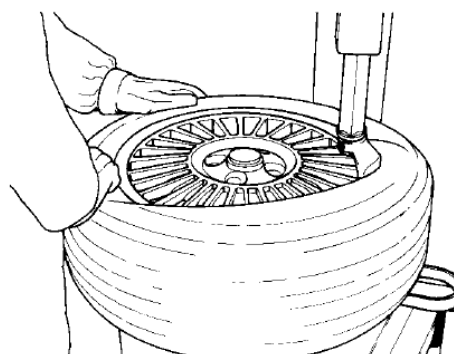

Figura 15
- Gire a mesa no sentido anti-horário e ao mesmo tempo empurre para baixo a lateral do pneu para manter o talão na região rebaixada do aro (Figura 15);